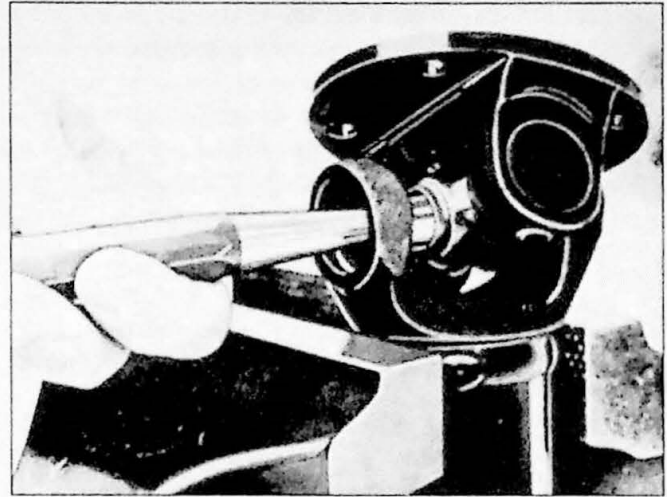

Fig. 8.12. Uitdrijven van lagerhouder II
5. Drijf de lagerhouder uit zoals in Fig. 8.12 en trek hierna het lager eruit.